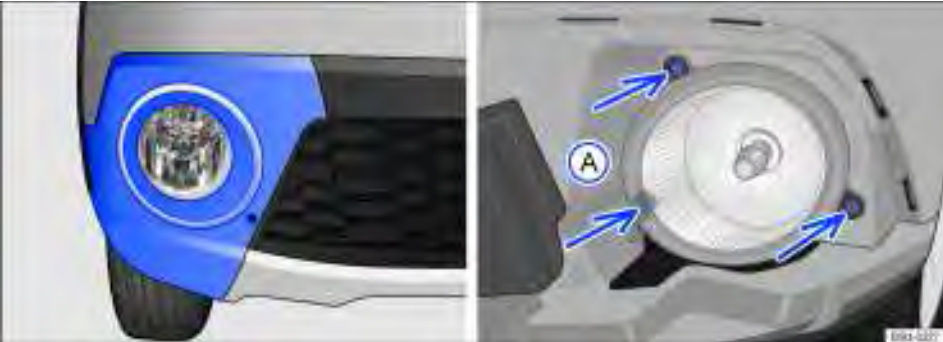

Fig. 183 No para-choque dianteiro: desinstalar o farol de neblina.
2.	Retirar a cobertura do para-choque ⇒ Fig. 183 (região azulada), puxar no sentido para frente.
3.	Remover os parafusos de fixação ⇒ Fig. 183 A (setas).
| 15. | Recolocar e apertar os parafusos de fixação ⇒ Fig. 183 ①. |
| 16. | Encaixar a cobertura do para-choque ⇒ Fig. 183 (região azulada). |